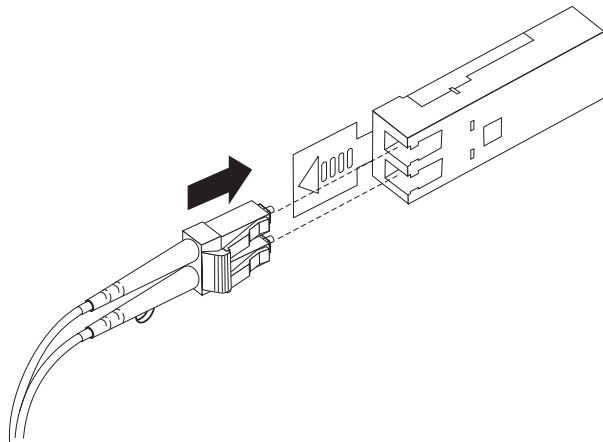

図 21. LC-LC ファイバー・チャネル・ケーブルの SFP モジュールへの挿入
4. 保護キャップを外した LC-LC ケーブルの端を、DS3400 にインストールされた SFP モジュールに慎重に挿入します。ケーブル・コネクタには、正しくインストールされるようにキーが付いています。図 21 に示されているように、コネクタを持ったまま、所定の位置でクリック音がするまでケーブルを押し込みます。